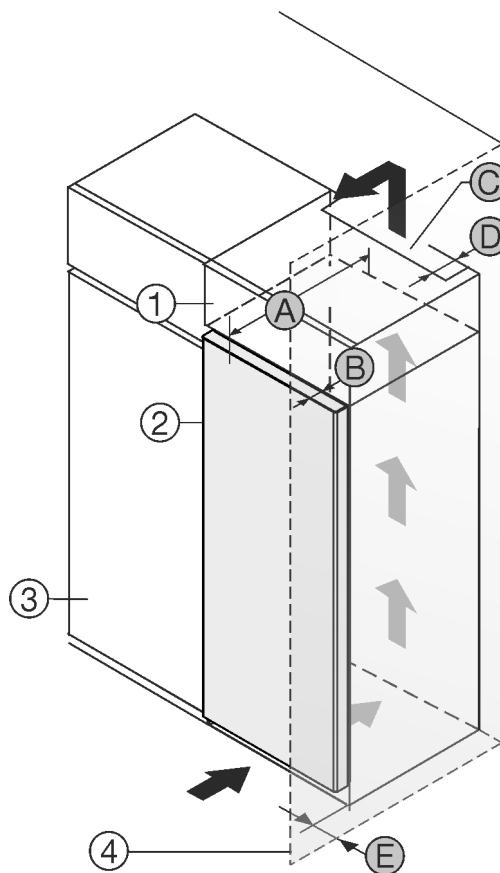

Fig. 1
- (1) Szafka nakładana*
- (2) Urządzenie*
- (3) Szafka kuchenna*
- (4) Ściana*
- (A) Głębokość urządzenia*
- (B) Głębokość drzwi*
- (C) Przekrój wentylacyjny*
- (D) Odstęp tylnej ściany urządzenia*
- (E) Odstęp od boku urządzenia*
Urządzenie można ustawić bezpośrednio obok szafki kuchennej Fig. 1 (3).*
Na tylnej ściance szafki nasadzonej wymagany jest wywiewny kanał wentylacyjny o głębokości Fig. 1 (D) na całej szerokości szafki.*
Pod sufitem pomieszczenia należy zachować przekrój wentylacyjny Fig. 1 (C).*
Jeżeli urządzenie będzie ustawiane z zawiasami do ściany Fig. 1 (4), to pomiędzy urządzeniem i ścianą należy zachować minimalny odstęp, wynoszący 13 mm.*
Jeżeli urządzenie będzie ustawiane z zawiasami do ściany Fig. 1 (4), to pomiędzy urządzeniem i ścianą należy zachować minimalny odstęp, wynoszący 20 mm.*
By móc całkowicie otworzyć drzwi, urządzenie musi wystawać przynajmniej o głębokość drzwi Fig. 1 (B) za front szafki kuchennej. W zależności od głębokości szafek kuchennych Fig. 1 (3) oraz od zastosowania elementów dystansowych urządzenie może wystawać jeszcze bardziej.*